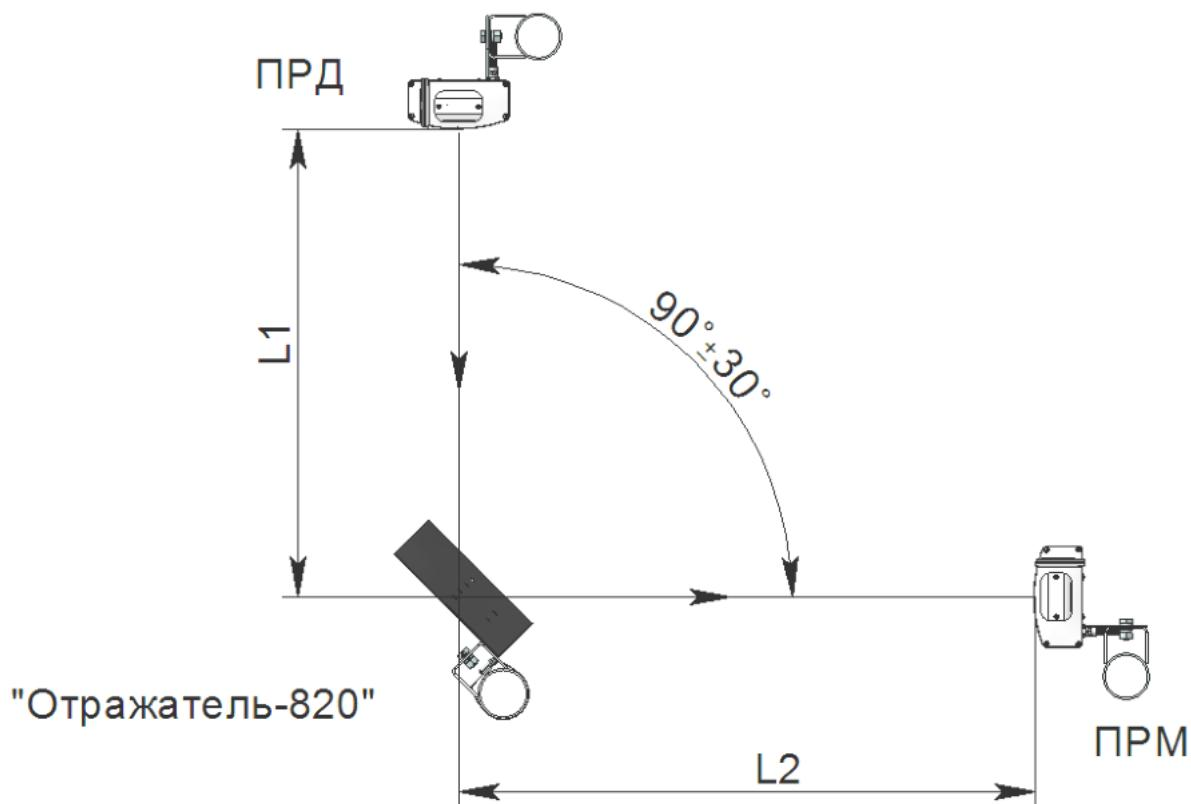

Рисунок 3.1
3.2 При работе с «Отражателем-820» суммарная длина зоны обнаружения  $L_1+L_2$  (где  $L_1$  – расстояние между передатчиком и отражателем,  $L_2$  – расстояние между отражателем и ПРМ, см. рисунок 3.1) не должна превышать 70 м.